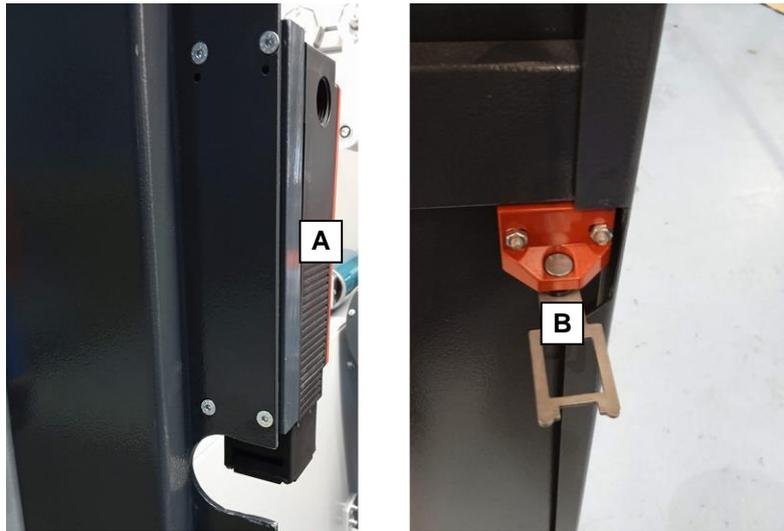

Abb. 3.3.6.1
2. **Bewegliche verriegelte Schutzeinrichtungen mit Verriegelung** - Während der Bearbeitung und bis zum vollständigen Stillstand verhindern sie den Zugang zu Werkzeugen und beweglichen Teilen im Inneren der Maschine. Sie bestehen aus den aufklappbaren Fenstertüren, die an der Vorderseite der Maschine angebracht sind (Abb. 2.2.1 a - B), verriegelt durch Sicherheitsschalter (A in Abb. 3.3.6.1) zum getrennten Antrieb (B in Abb. 3.3.6.1). Bei geöffneten Schutzvorrichtungen wird ein Anlaufen der inneren Maschinenteile verhindert. Der Bediener kann nicht vollständig mit seinem Körper eindringen, so dass ein Einklemmen oder unerwartetes Anfahren durch Dritte ausgeschlossen ist.